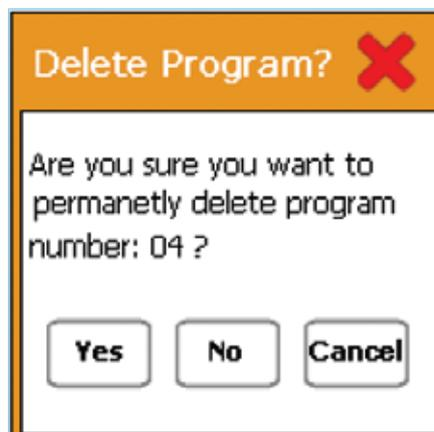

Figure 4-8 : Message de confirmation
- Une fenêtre contextuelle vous demande de confirmer la suppression du programme (figure 4-8).